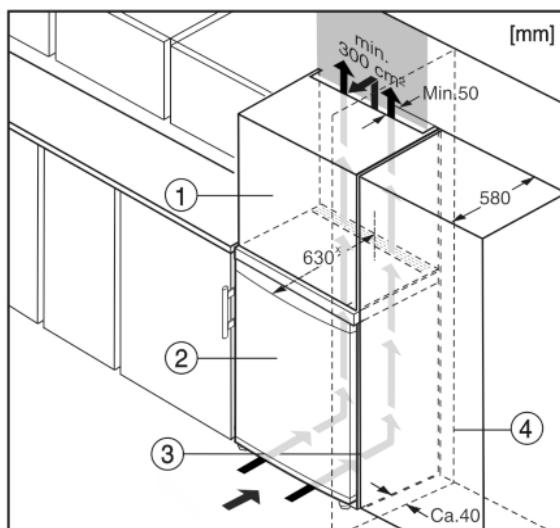

Fig. 5
Zariadenie môže byť zabudované medzi kuchynskými skriňami. Aby sa zariadenie Fig. 5 (2) prispôsobilo výške kuchynskej linky, môže sa nad zariadením umiestniť nadstavná skrinka Fig. 5 (1).
Pri vstavaní s kuchynskými skriňami (hlbka max. 580 mm) je možné zariadenie inštalovať priamo vedľa kuchynskej skrine Fig. 5 (3). Zariadenie vyčnieva nabok 34 mm × a v strede zariadenia 50 mm × oproti prednej časti kuchynskej skrine.
Ak je zariadenie umiestnené so zavesením vedľa steny Fig. 5 (4), musí vzdialenosť medzi zariadením a stenou činiť minimálne 40 mm. To zodpovedá presahu držadla pri otvorených dverách.